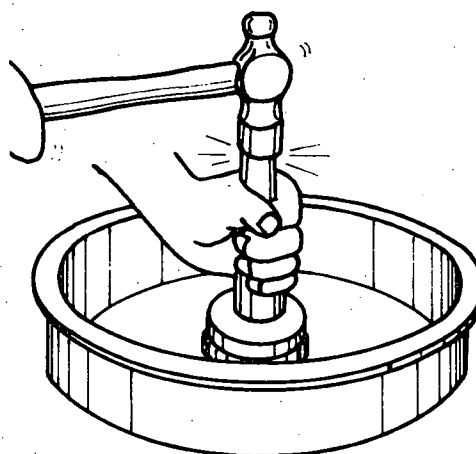

Fig. 3
- c Coloque o rolamento interno no anel e instale o vedador (fig. 3).